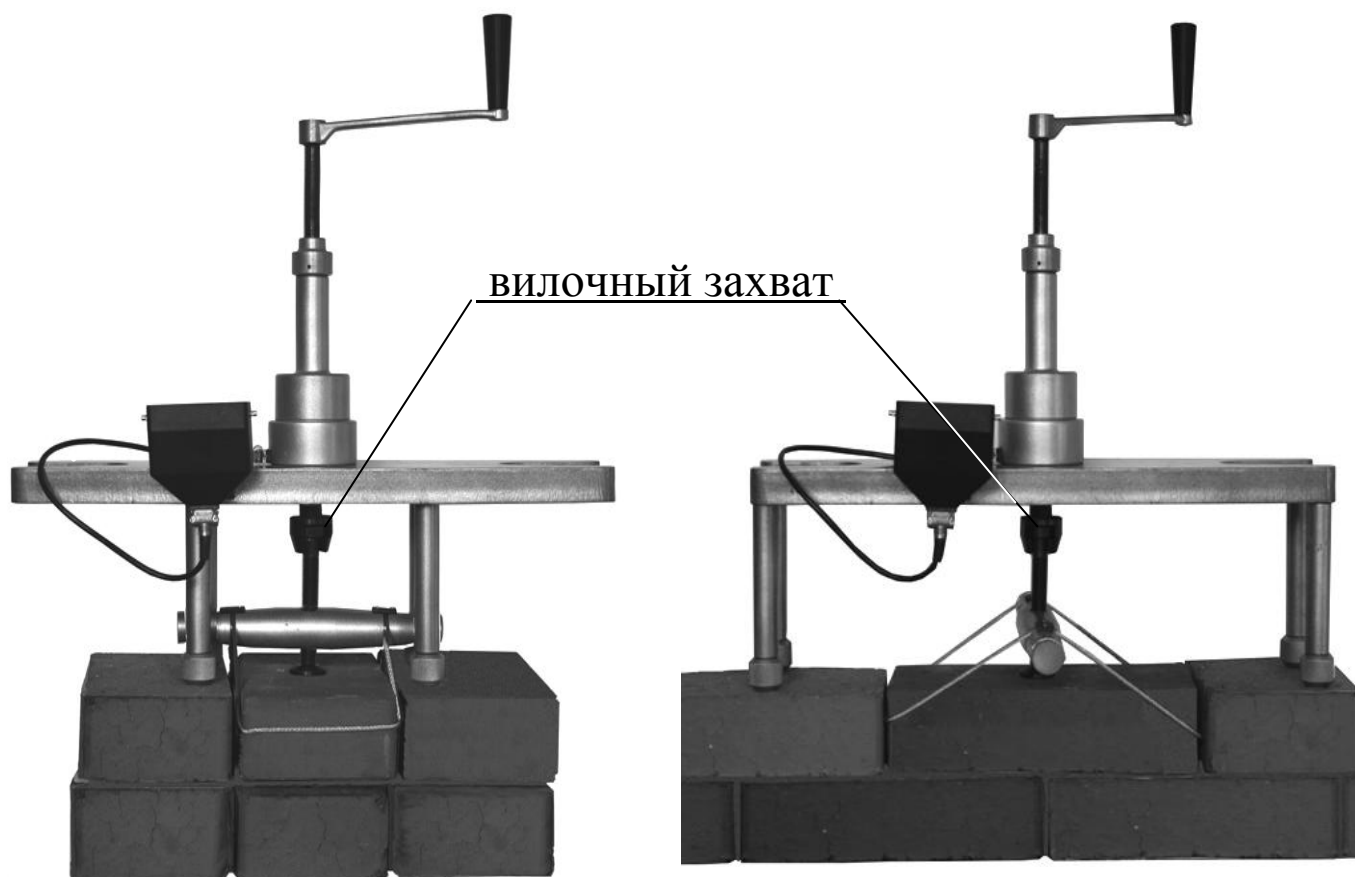

Рисунок 3 – Варианты установки прибора при испытании кирпича
2.2.1.1 Установить прибор опорами на соседние кирпичи, а вилочный захват завести на регулировочный болт (рис. 3). Совмещение паза вилочного захвата с регулировочным болтом по высоте производится вращением вилочного захвата.